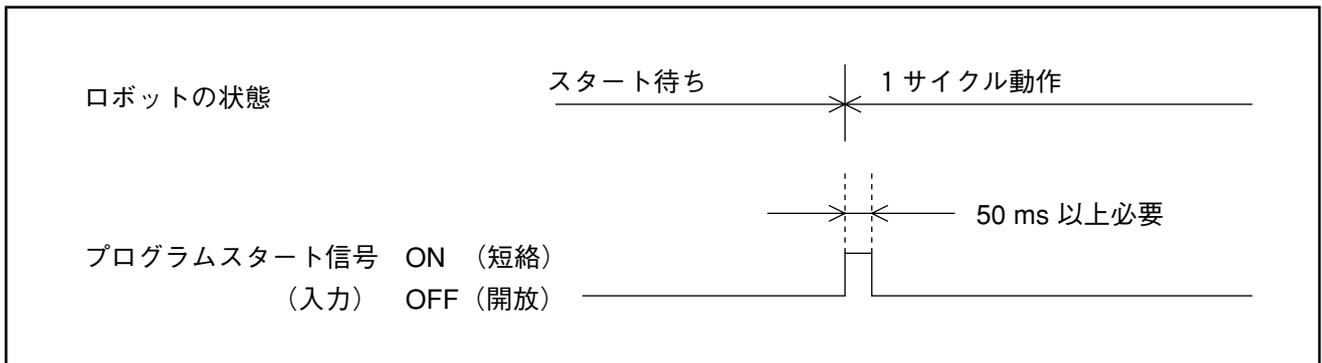

図5-34 プログラムスタート信号立ち下げのタイミング例
b) 簡易方式（タイマーによる1ショット方式）でプログラムスタート信号を立ち下げる方法を図5-34に示します。